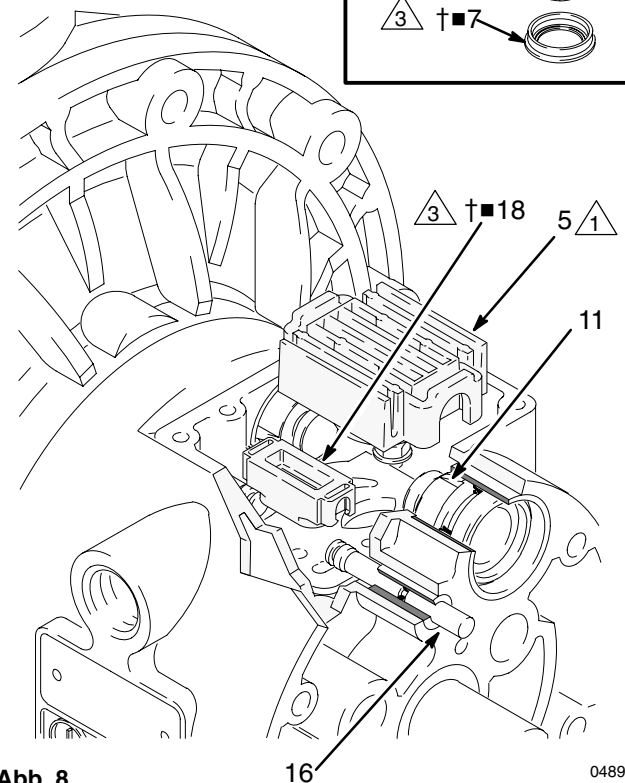

Abb. 8
3. Den Mitnehmer (5) in die zentrale Stellung bringen und aus dem Hohlraum ziehen. Den Ventilkopf (7) und O-Ring (6†■) aus dem Mitnehmer ausbauen. Mit einer Nadelzange das Schaltventil (18) gerade nach oben und aus der Kammer ziehen. Siehe Abb. 8.
7. Die Unterseite des Schaltventils (18†■) fetten und so einbauen, dass dessen Zungen in die Nuten an den Enden der Führungsstifte (16) einrasten. Siehe Abb. 8.
8. Den O-Ring (6†■) fetten und in den Ventilkopf (7†■) einbauen. Den Ventilkopf auf den Mitnehmer (5) drücken. Die Unterseite des Ventilkopfs fetten. Siehe Abb. 8.
9. Den Mitnehmer (5) so einbauen, dass dessen Zungen in die Nuten am schmalen Ende der Stellmotorkolben (11) einrasten. Siehe Abb. 8.